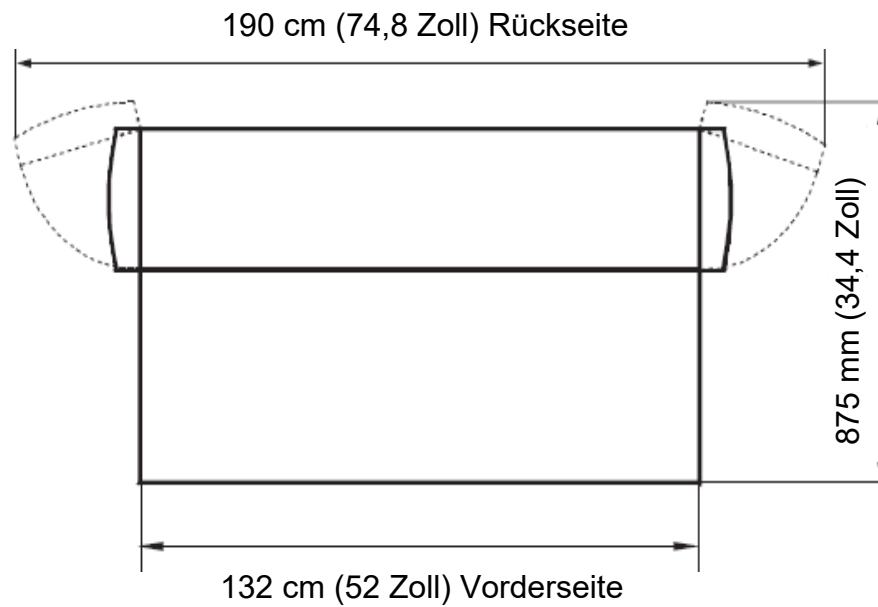

Abb. 4. Abmessungen eines AcfS Library Robot und AcfS Detection Robot (Draufsicht)
- Abb. 4. Abmessungen eines AcfS Library Robot und AcfS Detection Robot \(Draufsicht\) \(34\)